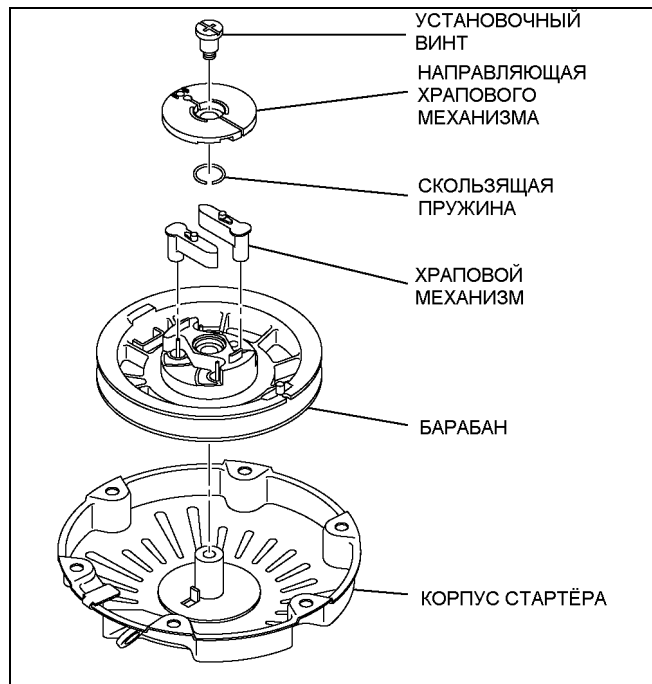

Рис. 13-2
(2) Демонтируйте компоненты. (Рис. 13-2)
(3) Извлеките барабан. (Рис. 13-2)
- 3 Если пружина готова выскочить из барабана, повторите шаги (3)-1 и (3)-2.